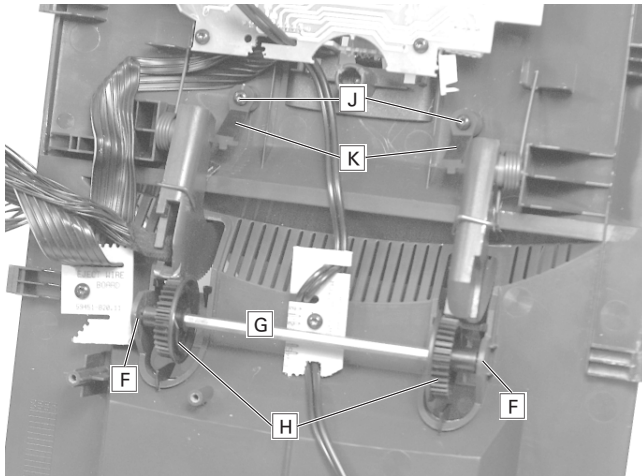

Fig. 22
- Die Halter **F** (Fig. 22) vorsichtig auseinander biegen und die Achse **G** mit den Zahnrädern **H** herausnehmen.
- 2 Schrauben **J** (Fig. 22) herausschrauben und die Halter **K** abnehmen.
- Bend the holders **F** (Fig. 22) carefully apart and remove the axle **G** with the gear wheels **H**.
- Undo 2 screws **J** (Fig. 22) and remove the holders **K**.